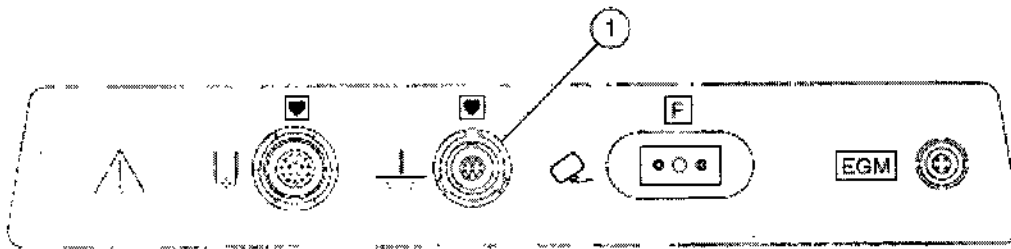

Figura 3-8. Puerto del dispositivo monopolar
2. Inserte el conector de varias clavijas del dispositivo de ablación monopolar en el puerto del dispositivo monopolar situado en el lado derecho del generador hasta que quede bloqueado en posición (Figura 3-8). No fuerce la conexión.